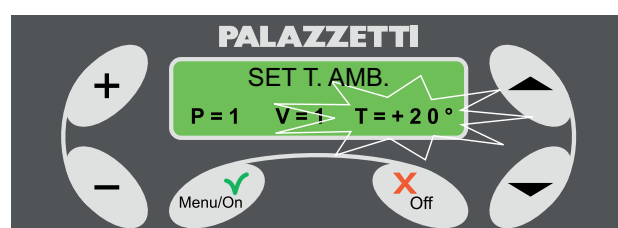

Fig. 1.7.4
- 1) sélectionner "MENU TIMER" (Fig. 1.7.4) et appuyer sur Menu/On.